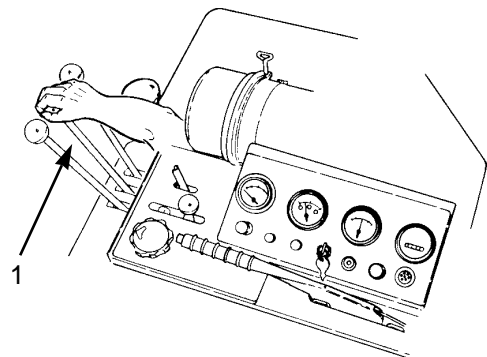

図6
2. 駐車ブレーキを掛けた状態で、トラクションユニットのエンジンを始動し、ハーフスロットルに調整する。No.1, No.2, No.3 ユニットの昇降アームのロック・レバーを外し、これらのリールの昇降レバーを「降下」位置に操作（図6）、ユニットが降りたら各レバーをニュートラル位置に戻す。